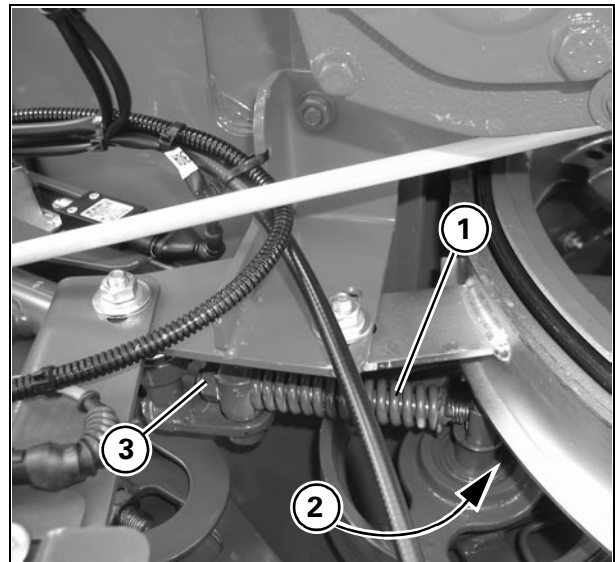
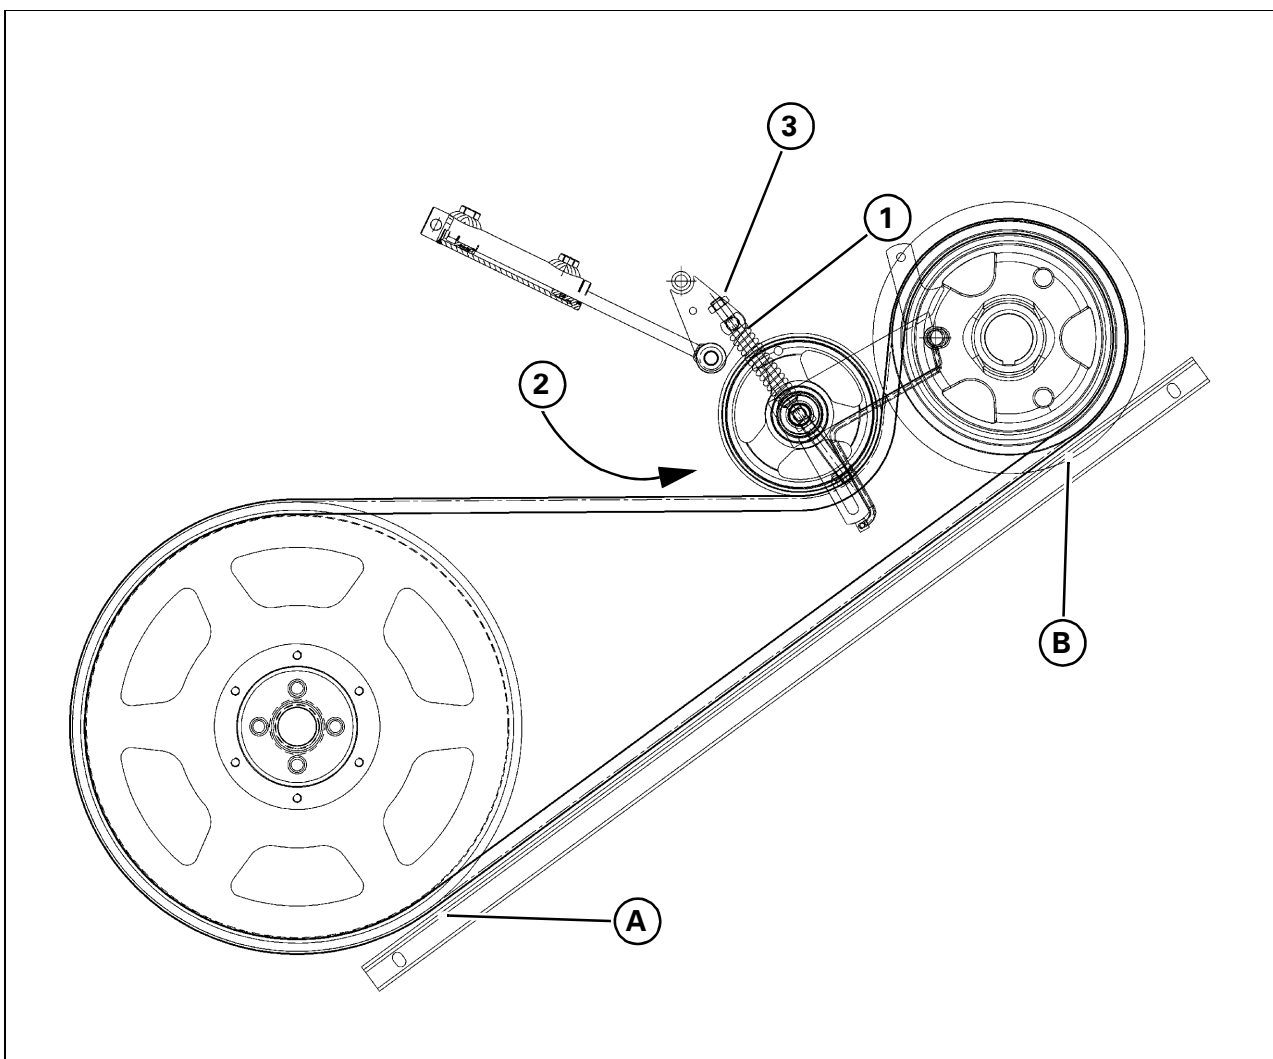

Рис. 2
Рис. 3
1.) РЕМЕННОЙ ПРИВОД ГЛАВНОГО ПРИЕМНОГО ЭЛЕВАТОРА - Рис. 2 и Рис. 3